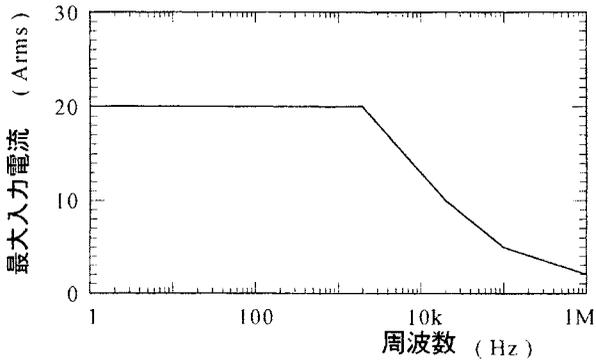

図2. 最大入力範囲
- ・最大入力範囲を超える電流を入力しないでください。最大入力範囲は測定電流の周波数によって異なります。(図2参照)
連続最大入力範囲： $20\text{A}$ （図2参照）